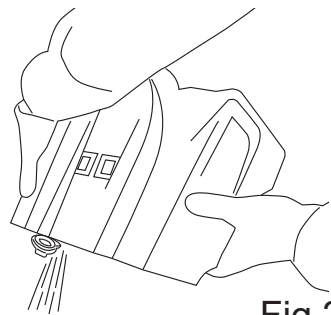

Fig.27
- Esvazie o depósito (Fig.27).